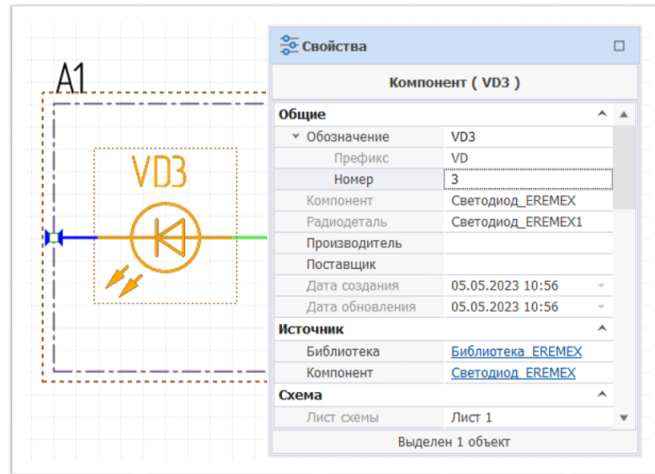

Рис. 252 Корректировка нумерации компонента встроенного блока
**Примечание!** При необходимости скорректировать вручную номер компонента внутри встроенного блока с помощью «Свойства» → «Общие» → «Обозначение» → «Номер», см. Рис. 252